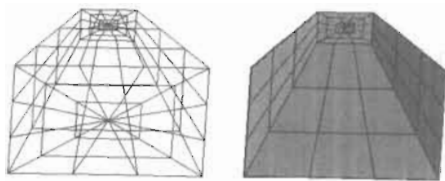

图 13-26
- 创建棱台：使用“顶面半径”选项创建倾斜至平面的棱台。平截面与底面平行，边数与底面边数相等，如图 13-26 所示。